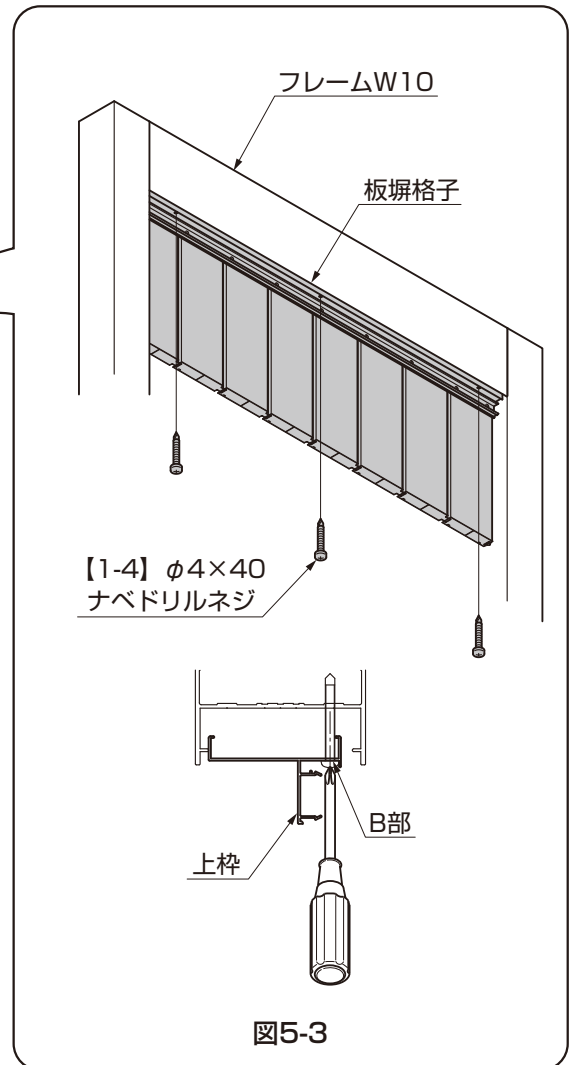

図5-3
- ②板塀格子をフレームに【1-4】で取付けてください。(図5-3参照)
- フレームに取付ける際はハンドドライバーでB部にネジ頭が当たる程度の締め込みをしてください。締めすぎると部材が変形します。(図5-3参照)